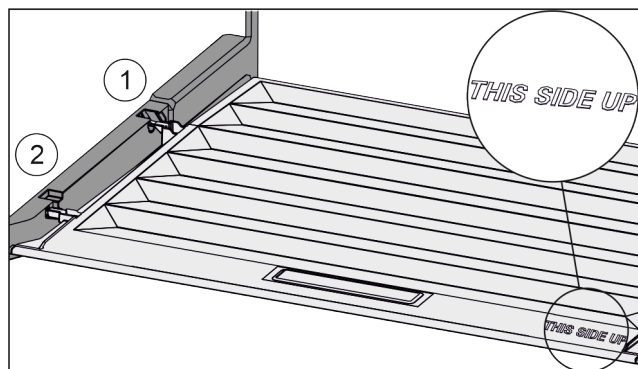

Fig. 22
- ▶ 从后部固定支架 Fig. 22 (1) 开口导入桥形接片并卡入固定支架 Fig. 22 (2) 的前端。